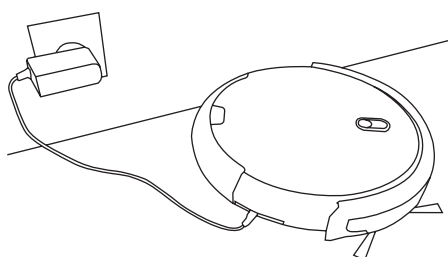

Figure 2
- Le robot se charge à partir de son adaptateur secteur (Figure 2)